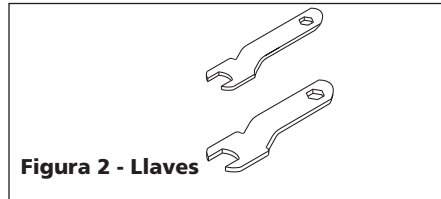

Figura 2 - Llaves
- Ajuste firmemente el mandril portapieza con llaves (incluidas con algunos modelos) (Vea la Figura 2 & 3).** Aplique una llave a la tuerca del mandril y la otra al eje. Gire la llave de la tuerca del mandril hacia la derecha, mientras al mismo tiempo gira la otra llave en la dirección opuesta, asegúrese de que el vástago no quede posicionado incorrectamente.